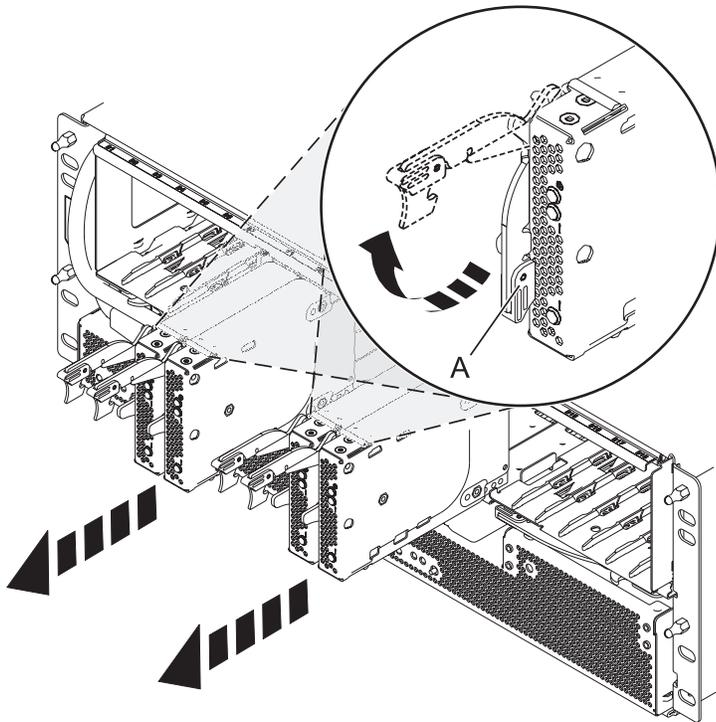

Figura 86. Extracción de la tarjeta de puerto de la placa posterior
5. Extraiga las tarjetas de puerto y los paneles de relleno como se muestra en Figura 86 en la página 118.
- a. Sujete la parte final del asa de retención (A) y tire hacia arriba, para desbloquear la tarjeta del puerto.